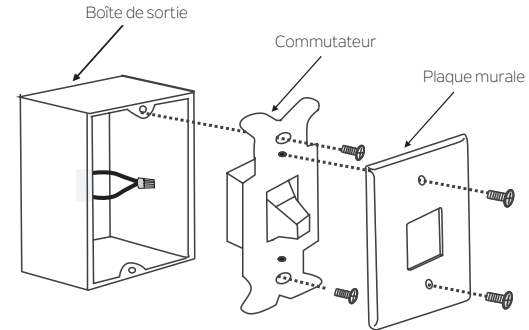

Fig. 25
**Étape 1.** Retirez la plaque murale existante et l'ancien interrupteur de la prise murale. Filez les fils NOIR (chauds) ensemble et repoussez-les à l'intérieur du boîtier de sortie. (Fig. 25)